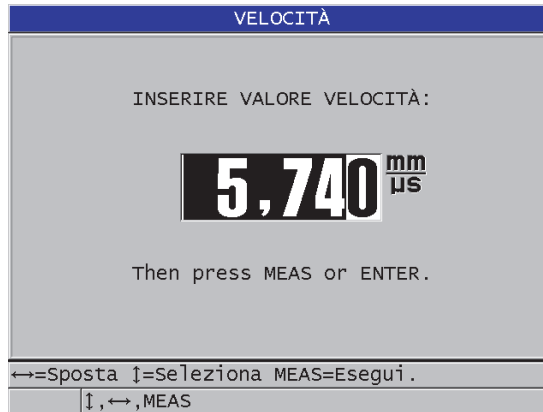

Figura 5-7 Inserimento della nota velocità di propagazione dell'onda sonora nel materiale
2. Nella schermata **VELOCITÀ** (vedi Figura 5-7 a pagina 91), usare i tasti delle frecce per modificare la velocità di propagazione dell'onda sonora con il valore noto.